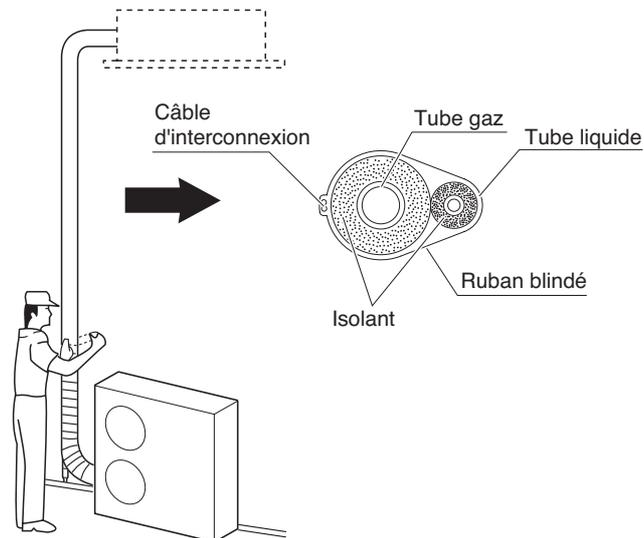

Fig. 7-12
- (1) A présent, les tubes de réfrigérant (ainsi que les câbles électriques si la législation locale l'autorise) doivent être enveloppés de ruban blindé et former un ensemble. Pour éviter que la condensation déborde du bac à condensats, maintenez le tube d'évacuation des condensats séparé du tube de réfrigérant.
- (2) Enroulez le ruban blindé depuis le dessous de l'unité extérieure jusqu'en haut du tube, là où il pénètre dans le mur. Faites chevaucher chaque tour de ruban sur la moitié du tour précédent.
- (3) Fixez l'ensemble des tubes au mur en utilisant 1 collier par mètre environ. (Fig. 7-12)